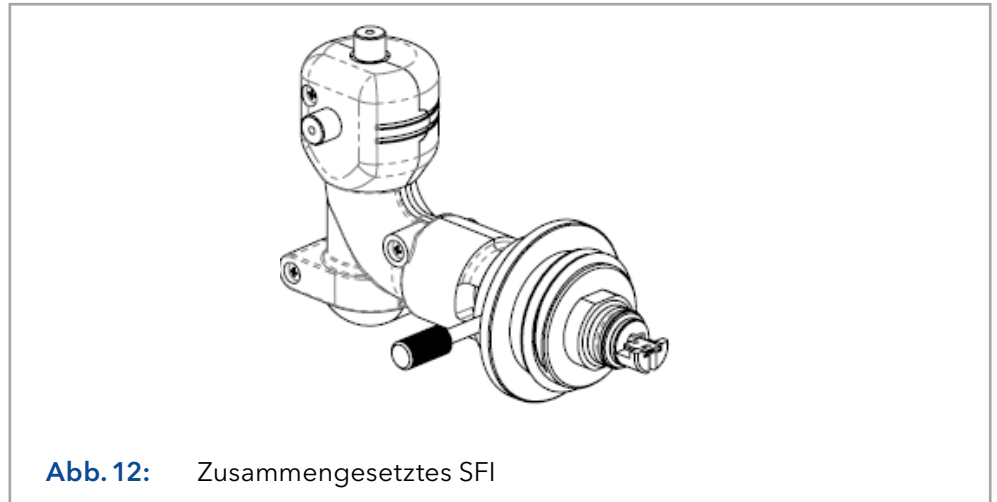

Abb. 12: Zusammengesetztes SFI
4. Befestigen Sie den spraychip im SFI mit dem Gewindestift. Das zusammengesetzte SFI wird wie folgt aussehen: Abb. 12.